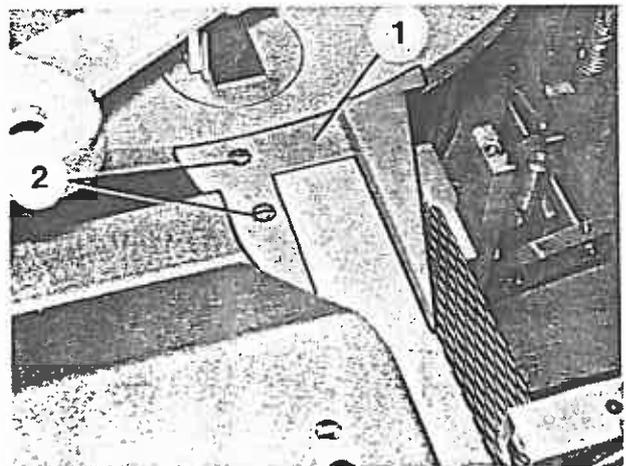

Bild 68
3. Befestigungsschrauben (Bild 68/2) heraus-schrauben und Führungsblech (Bild 68/1) ab-nehmen.